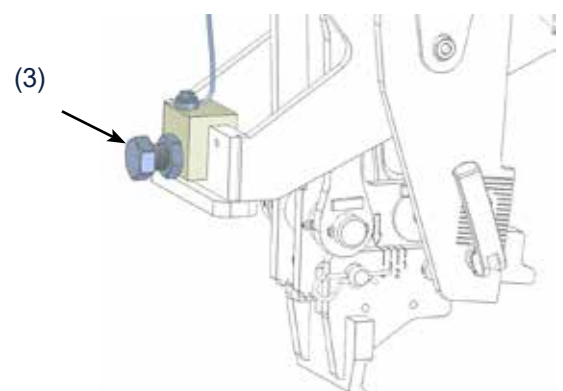

Fig 80.
3. Réglez la machine en mode manuel en appuyant sur le bouton (2) Fig 80.
4. Mettre l'outil en mode déclipage "Ext" en appuyant sur le bouton (1) Fig 80.